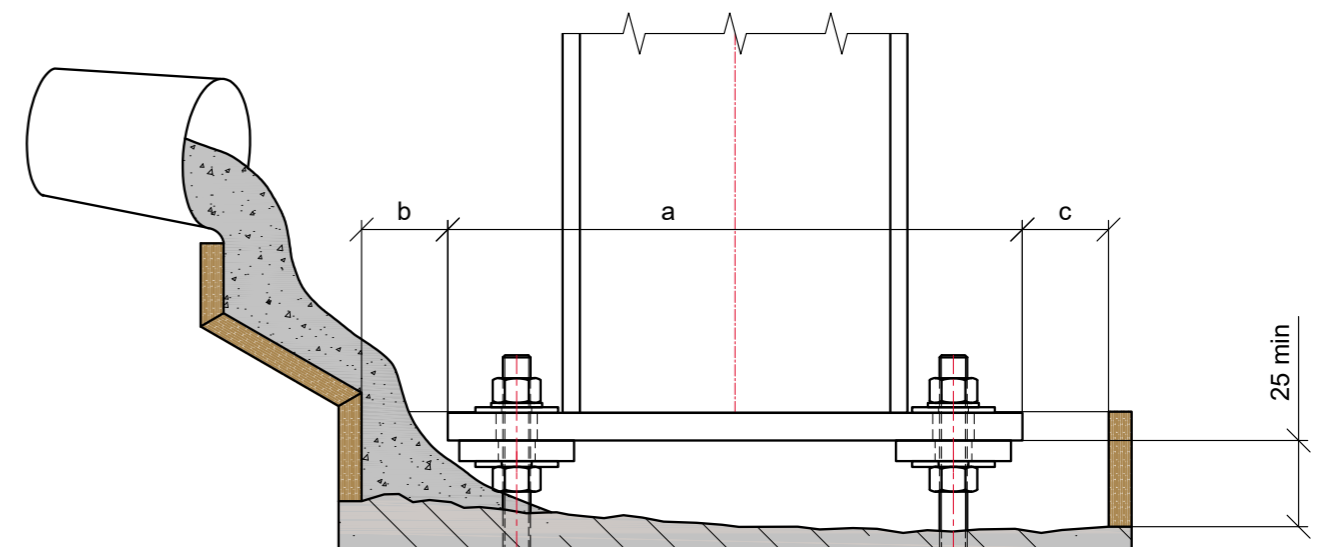

Рисунок 2
- а - ширина (или длина) плиты в направлении «пробега» материала от места подачи до противоположной грани опалубки, мм (см. рис. 2);